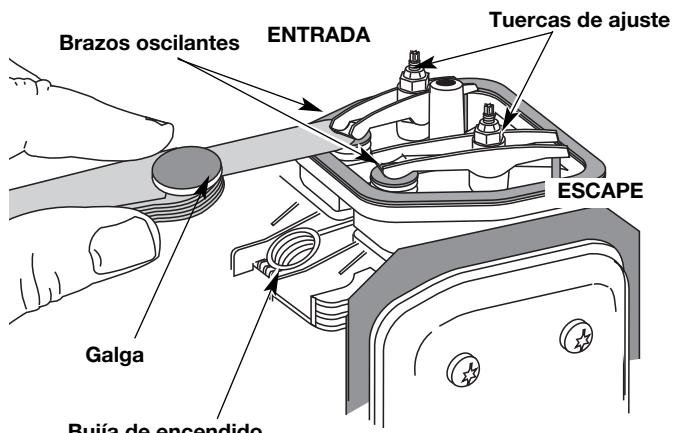

Fig. 53
- El pistón se encuentre en la parte superior de su recorrido mientras mira dentro del orificio de la bujía de encendido (Fig. 53).
7. Deslice la galga entre el brazo oscilante y el resorte de retorno de la válvula. Mida el huelgo entre el vástago de la válvula y el brazo oscilante (Fig. 53). Realice esto en las válvulas de entrada y de escape.
El huelgo recomendado para las válvulas de entrada y de escape es 0,076 – 0,152 mm (0,003 – 0,006 pulgadas). Use un calibrador regular de automóvil de 0,127 mm (0,005 pulgadas). El calibrador debe deslizarse entre el balancín y el vástago de la válvula con una ligera cantidad de resistencia, sin doblarse (Fig. 53 y 54).
- a. Gire la tuerca de ajuste con una llave de 8 mm (5/16 pulgadas) o una guía de tuercas (Fig. 53).